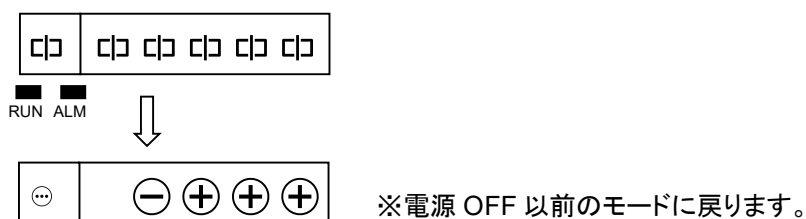

図 6.1 電源 ON 時の表示画面
- (1)ディスプレイ画面 : 状態表示の「RUN」ランプは電源 OFF 以前の状態を保持しています。
- (2)印字データ処理 : 電源 OFF 以前に動作していた印字処理は復電後、再開しません。
- (3)警報、自己診断動作 : 電源 OFF 以前に発生した警報表示・出力等は復帰しません。
- (4)データ表示・チャネル No.表示 : 図 6.1 のようになります。